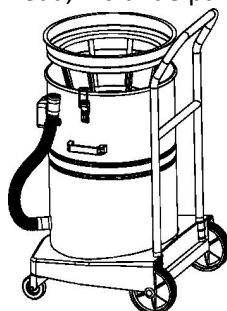

Figura 1
1. Fixați fittingurile în funcție de lucrările de curățare. Dacă este o aspirare a prafului, filtrul de pânză trebuie fixat; dacă este o lucrare umedă, filtrul de pânză trebuie îndepărtat. (Figura 1).